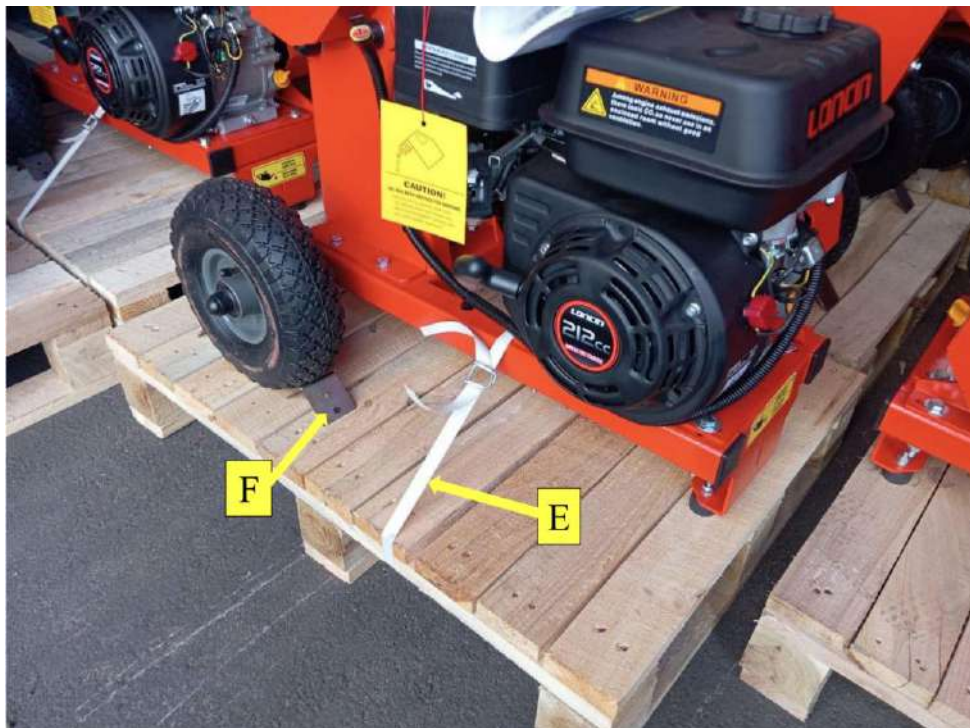

Рисунок 16. Від'єднання подрібнювача від палети
- Обріжте поліпропіленову стрічку (Е) від'єднайте кутики (F), що фіксують колеса викрутивши саморізи. Зніміть подрібнювач з палети, рис.16